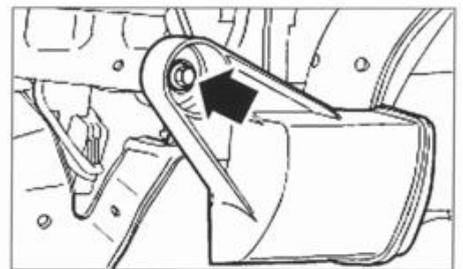

FIG. 12
- el resonador de aire de admisión (fig. 12).